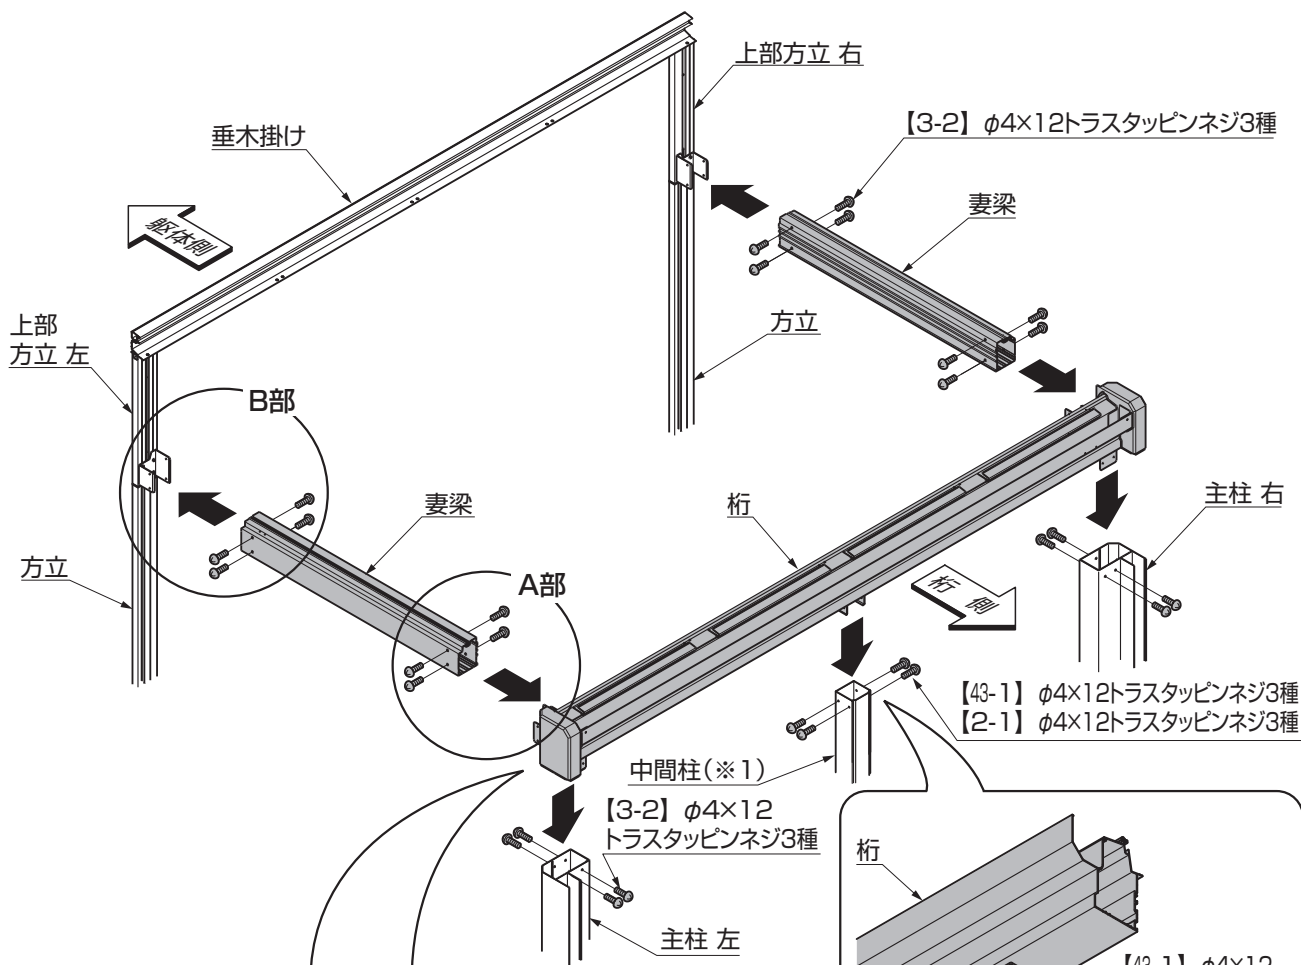
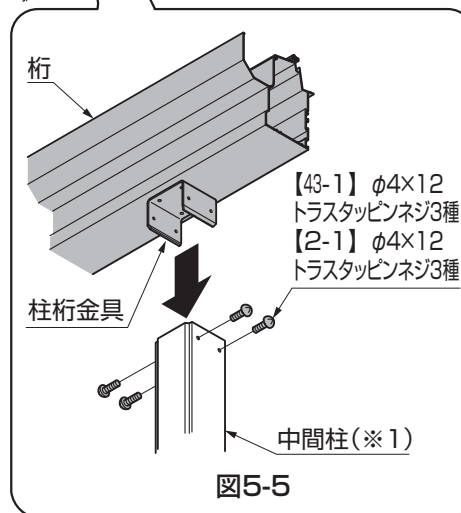

図5-4
図5-5
①桁を主柱、中間柱(※1)に【3-2】、【2-1】または【43-1】で取付けてください。(図5-4、図5-5参照)
- 指定の箇所に、必ずシーリングをしてください。(図5-4参照)